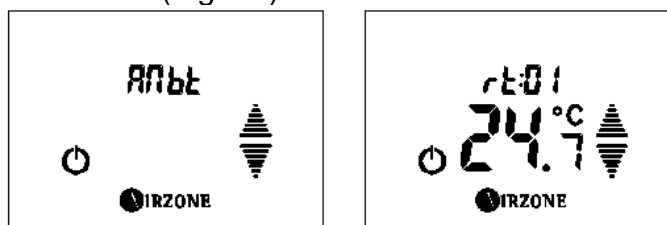

Fig. 90
- **Temperaturas ambientes de las zonas  $A_{i\bar{i}b}$ :** Este apartado mostrará las temperaturas ambientes de las distintas zonas del sistema. Para acceder, pulse  y mediante las flechas   podrá navegar entre las temperaturas ambientes de cada zona  $r_{t:01}$ . Si desea salir del menú pulse  para volver al menú anterior (Fig. 90)